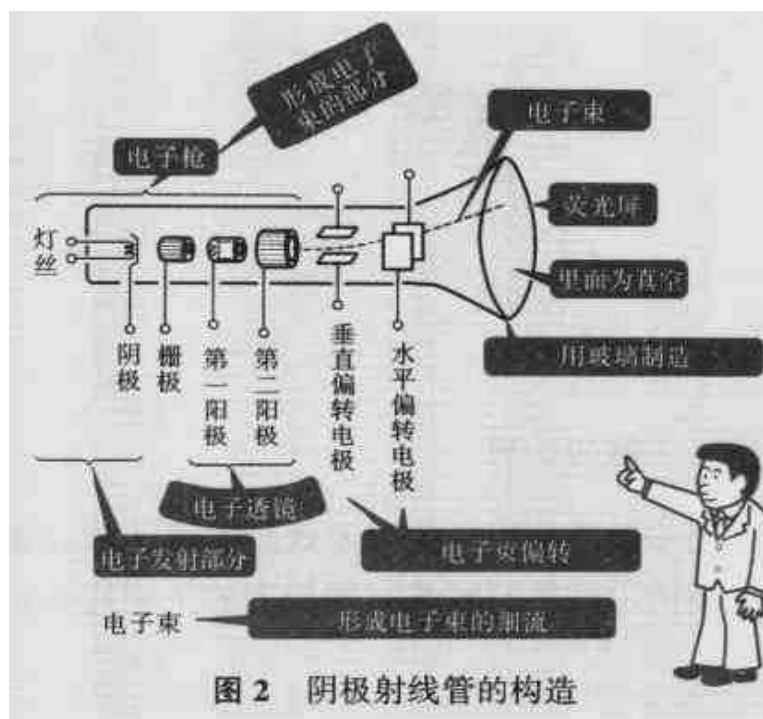

图 2 阴极射线管的构造
①**阴极射线管** 相当于输出部分，显示波形。图 2 示出其结构。从阴极发射的电子经过栅极、第 1 阳极、第 2 阳极形成**电子束**。经过垂直与水平偏转到达荧光屏上形成光点，其残留的轨迹进入人们的眼中。